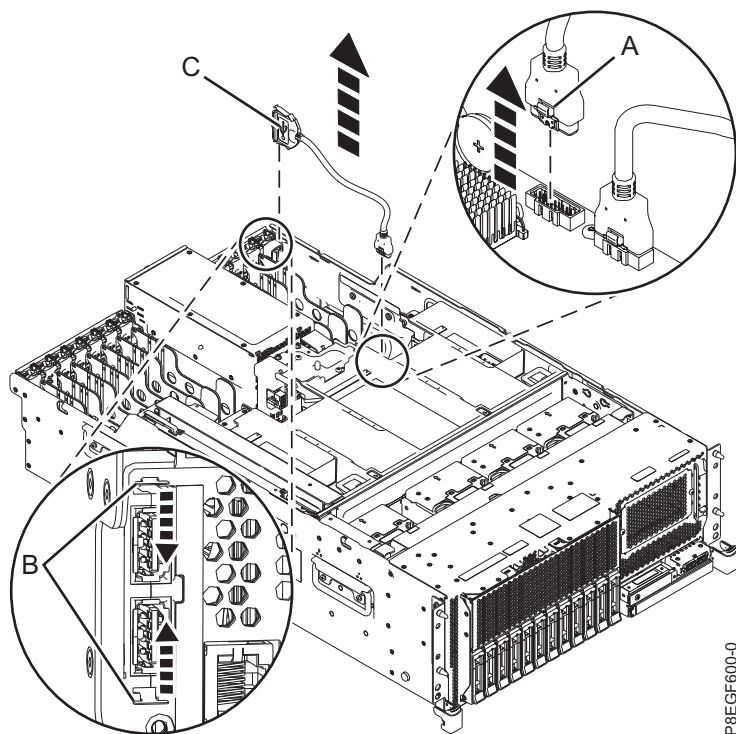
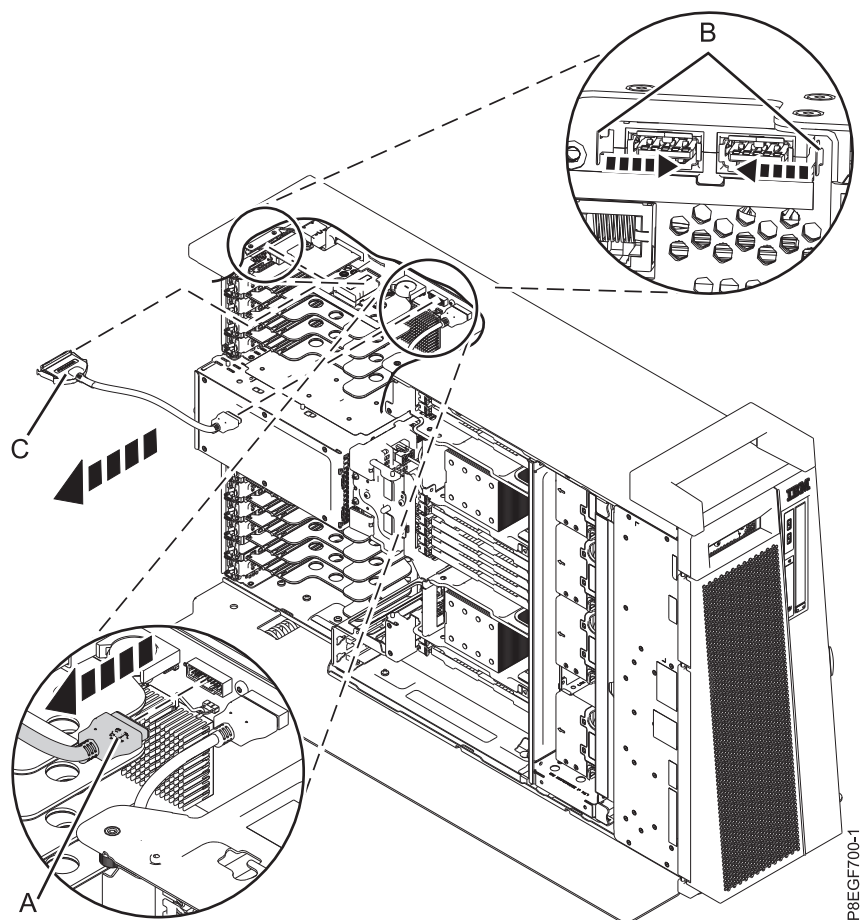

図 1. 背面 USB ケーブルの取り外し
図 2. 8286-41A のスタンドアロン・バージョンからの背面 USB ケーブルの取り外し
3. システム・バックプレーンから背面 USB ケーブルのプラグ (A) を抜きます。図 1、または 8286-41A のスタンドアロン・バージョンの場合は 5 ページの図 2 を参照してください。
4. システムの後部でタブ (B) を示されている方向に押して、背面 USB ケーブル・ハウジング (C) を解放します。